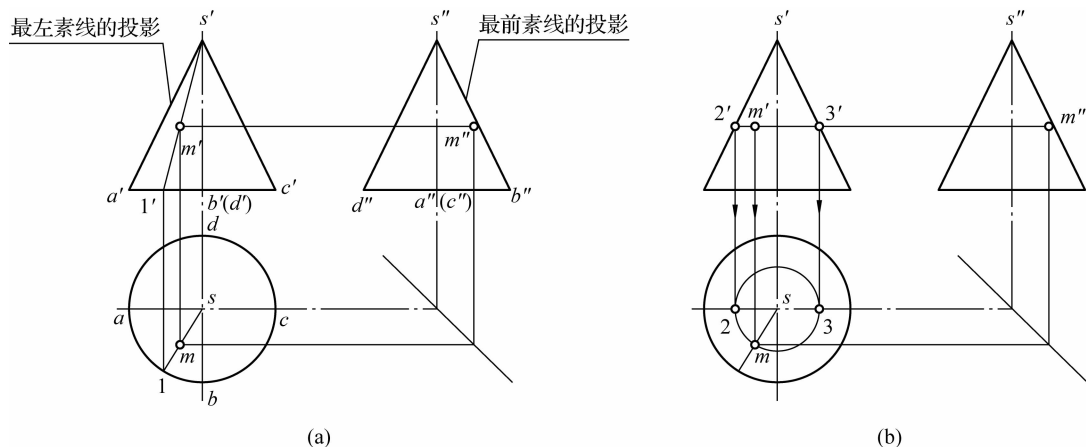

图 1-3-9 圆锥表面取点
(3)圆锥表面上点的投影可利用辅助线或辅助平面法来求,例如,已知点 M 的正面投影 m' ,求其水平投影和侧面投影,如图 1-3-9 所示。
解 1:辅助素线法[图 1-3-9(a)]。
解 2:辅助纬圆法[图 1-3-9(b)]。